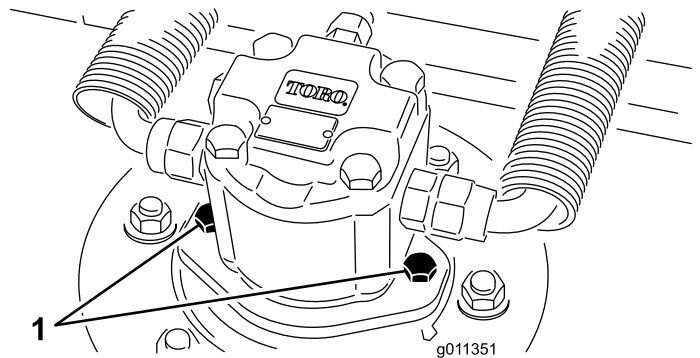

図 64
2. デッキから油圧モータを外す図 64。異物につかないように、スピンドル上部にはカバーを掛けておく。
4. デッキに油圧モータを取り付ける図 64。リングを忘れずに、また、損傷させないように注意して取り付ける。